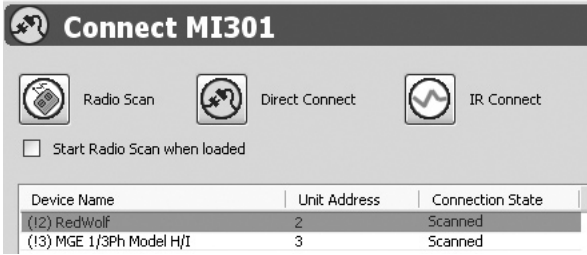

Рис. 20 Выбор устройства
9. Выберите подключаемый насос и нажмите [Connect] (подключить). См. рис. 20 и 21.